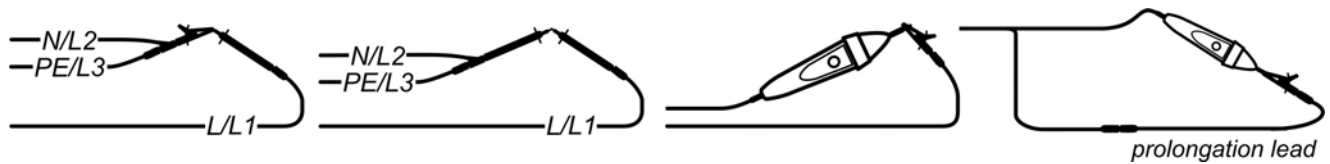

Bild 5.13: Kurzgeschlossene Prüfleitungen
- **Schließen** Sie das Prüfkabel am Instrument an und schließen Sie die Prüfleitungen miteinander kurz (siehe Bild 5.13).